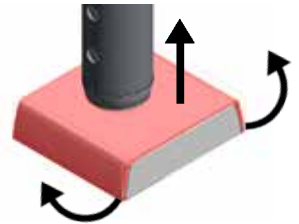

Fig. 3
- ⇒ Ouvrir le recouvrement en le pliant légèrement vers la droite et la gauche, puis le pousser vers le haut (Fig. 3).